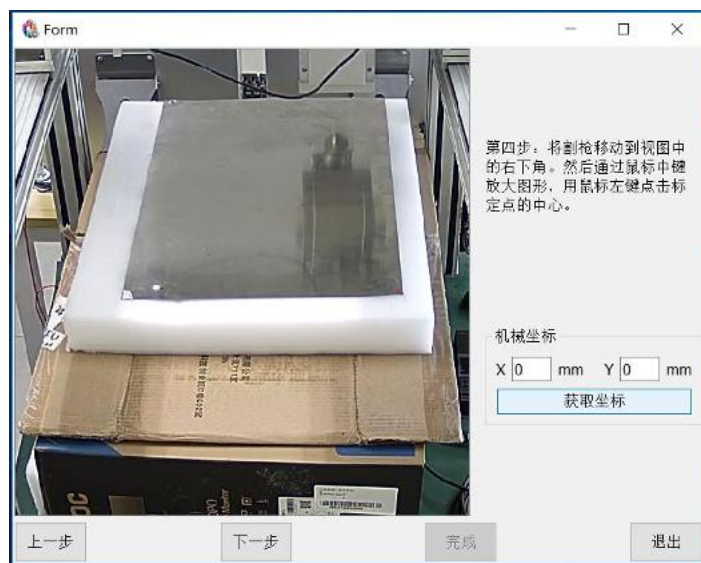

图 13.5 获取第三个坐标点
- 第二个点标定完后，点击“下一步”，完成第三个标定点，操作机床将割枪移动到视图右下角，点击鼠标中键放大图形，用鼠标左键点击标定点的中心之后，在点击界面“获取坐标”按钮，获取机械坐标 X, Y，如图 13.5 所示：